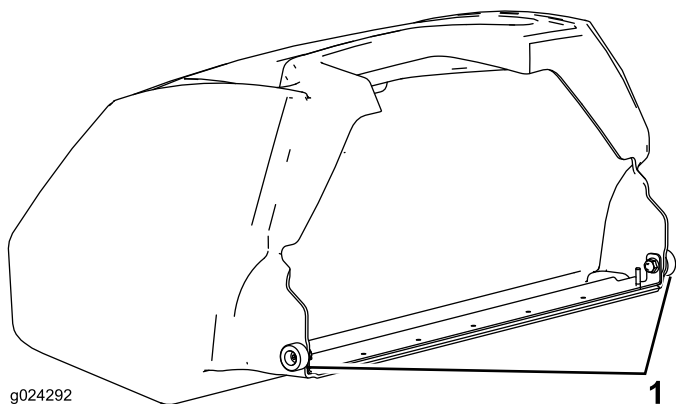

Figure 20
**Important:** Si jamais vous faites tomber le bac, vérifiez que les points de contact du bras d'inclinaison près du bord inférieur du bac ne sont pas endommagés (Figure 20). Redressez-les avant d'utiliser le bac. Si vous utilisez le bac alors que les points de contact du bras d'inclinaison sont faussés, vous risquez d'endommager le cylindre.